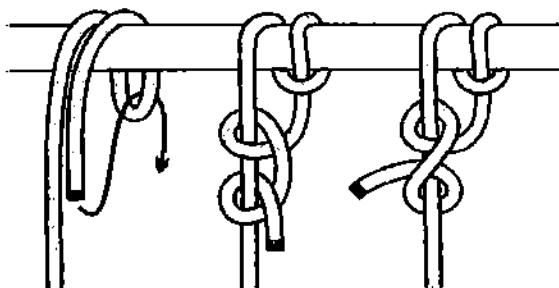

Рис. 545. Обратный штык.
*Обратный штык* – разновидность *штыка с обносом* (рис. 545). *Обратный штык* вяжется в тех случаях, когда по какой-либо причине не удобно накладывать на опору большее число шлагов при завязывании штыка. Ходовой конец складывается петлей и обносится вокруг опоры один раз.